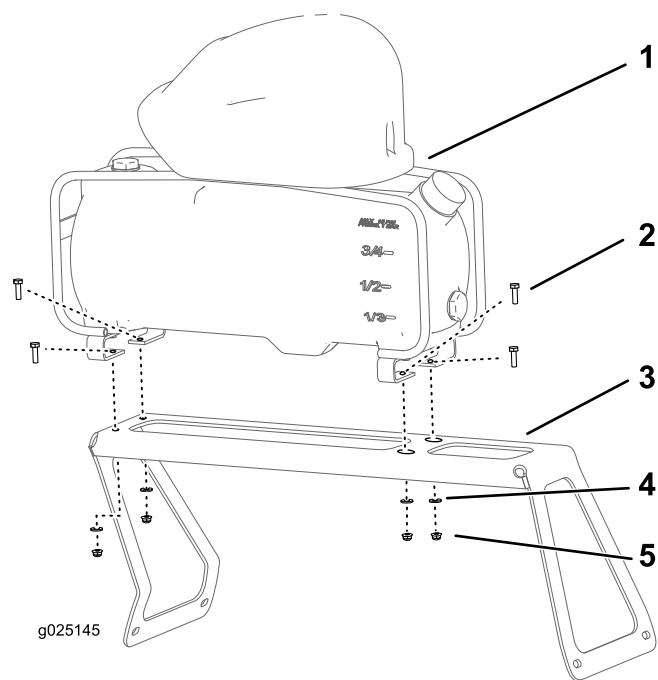

図 3
1. フォームマーカのタンクとコンプレッサを 図 3 に示すように取り付けブラケットにセットする。
2. ブラケットにタンクとコンプレッサを固定する 図 3; 1/4 x 7/8 インチ 4 本、ワッシャ 1/4 インチ 4 枚、フランジロックナット 1/4 インチ 4 個を使用する。